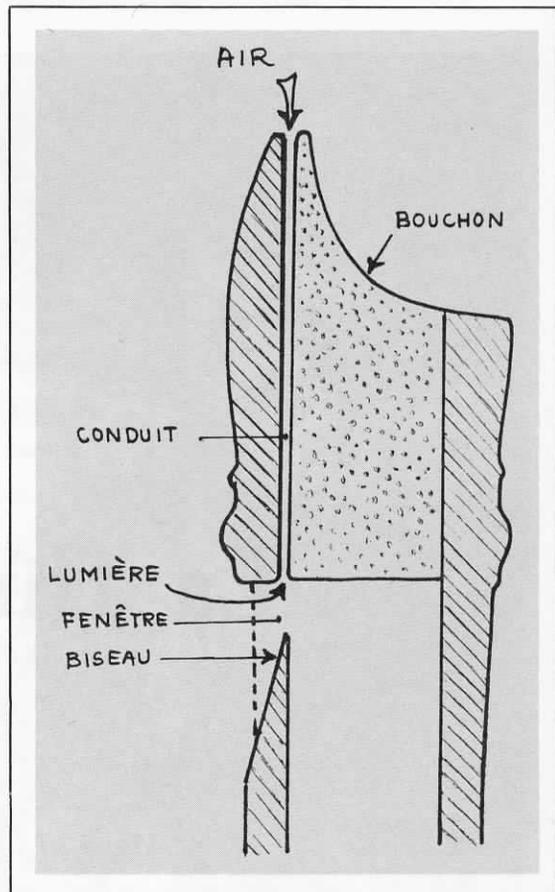

Fig 1 - Coupe longitudinale du bec
- un bord aminci en biseau placé sur le trajet du jet. (figure 1)